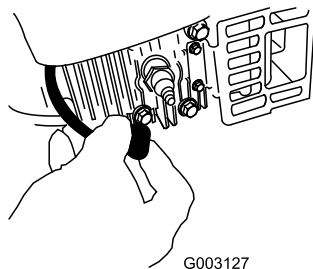

Figure 33
2. Desconecte el cable de la bujía y engánchelo en el poste de retención (Figure 33) antes de realizar cualquier procedimiento de mantenimiento.